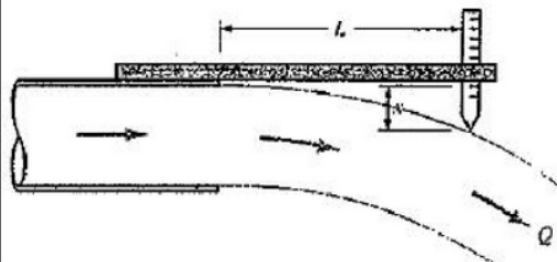

Figura P3.21
3.21 A Fig. P3.21 mostra um dispositivo que pode ser utilizado para medir a vazão de um jato descarregado de um tubo num ambiente aberto. Observe que a gravidade provoca uma curvatura no jato descarregado do tubo (veja os Exs 3.5 e 4.3) e que a deflexão da superfície do jato pode ser avaliada a partir dos comprimentos L e x indicados na figura. Mostre que a vazão em volume do escoamento é dada por $Q = \pi D^2 L g^{1/2} / (2^{5/2} x^{1/2})$, onde D é o diâmetro interno do tubo.